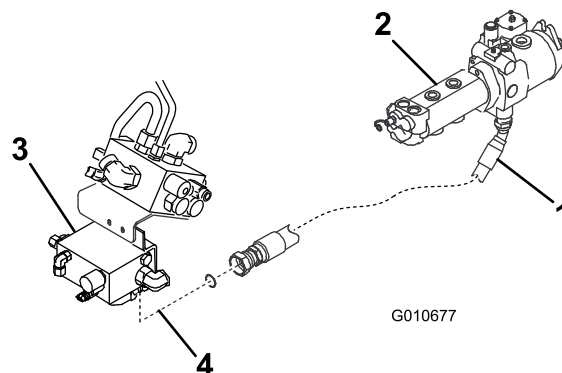

Figura 5
7. Instale o novo tubo hidráulico D no conjunto da bomba hidráulica em vez do tubo removido (Figura 5).
8. Encaminhe o tubo hidráulico D para o divisor de caudal e ligue-o ao encaixe de 90 graus na parte inferior do colector (Figura 5).